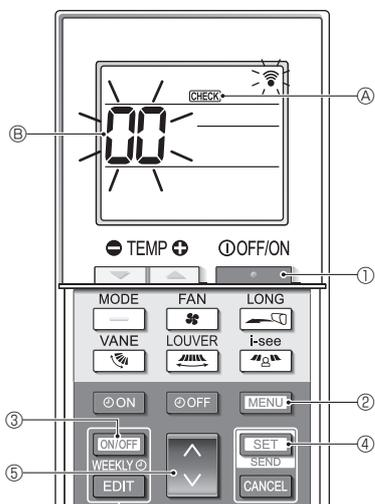

Fig. 7-6
■ Självtest (Fig. 7-6)
- Tryck på knappen [ON/OFF] ① för att stänga av luftkonditioneringen.
- Om veckotimern är aktiverad (WEEKLY lyser), tryck på knappen [ON/OFF WEEKLY] ③ för att inaktivera den (WEEKLY slocknar).
- Tryck på knappen [MENU] ② i 5 sekunder.
- CHECK ④ tänds och enheten går in i självtestläge.
- Tryck på knappen [] ⑤ för att välja den köldmedelsadress (M-NET-adress) ⑥ på inomhusenheten som du vill utföra självtestet på.
- Tryck på knappen [SET] ④.
- Tryck på knappen [ON/OFF] ①.
- CHECK ④ och köldmedelsadressen (M-NET-adress) ⑥ slocknar och självtestet är klart.